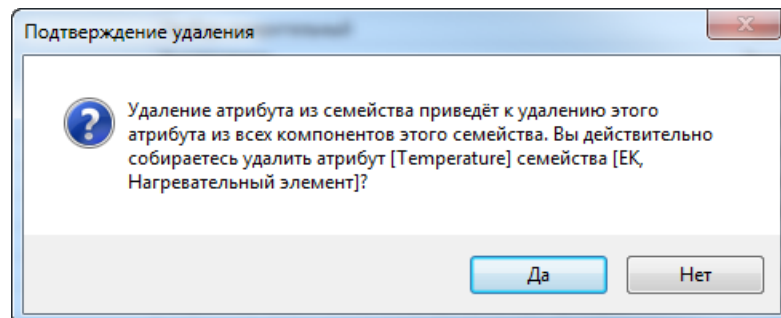

Рис. 37 Подтверждение удаления
5. В окне «Подтверждение удаления» нажмите «Да» для подтверждения удаления атрибута, либо «Нет» для отмены действия, Рис. 37.